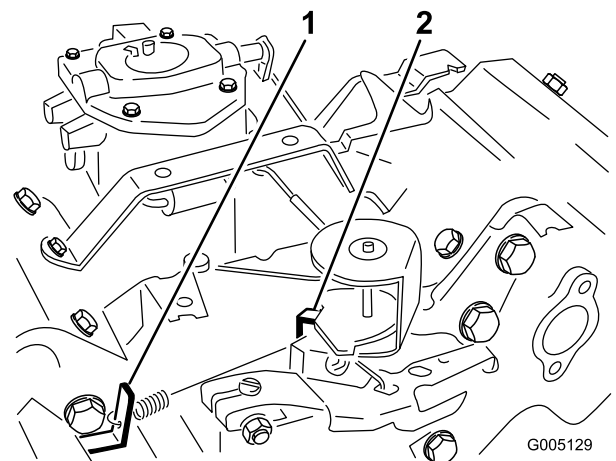

Bild 48
- Biegen Sie den Anker-Federmitnehmer (Bild 48), um eine Leerlaufgeschwindigkeit von 1.650 ± 100 U/min zu erzielen. Prüfen Sie die Motordrehzahl mit einem Drehzahlmesser.
- Stellen Sie den Gasbedienungshebel auf „Schnell“. Biegen Sie den Federankermitnehmer in der Vollgaseinstellung (Bild 48), bis Sie